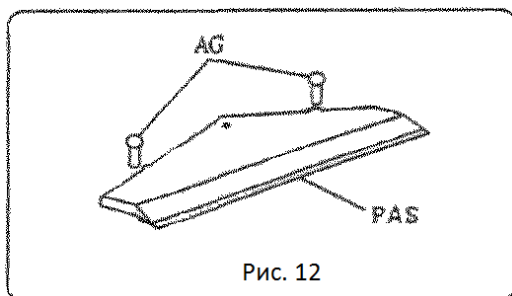

Рис. 12
- Ослабьте штифты AG (см. рис. 12).
- Поднимите вверх клинообразную пластину PAS (см. рис. 12).